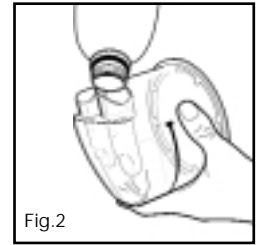

Fig.2
5. Vul de kamer met gedestilleerd water tot aan de opvullingslijn. (Fig.2).